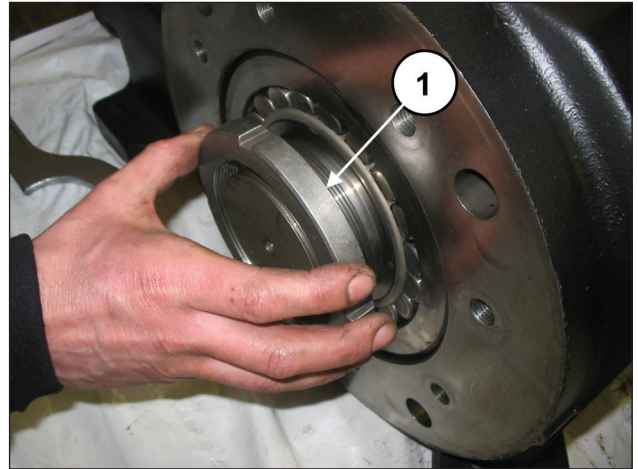
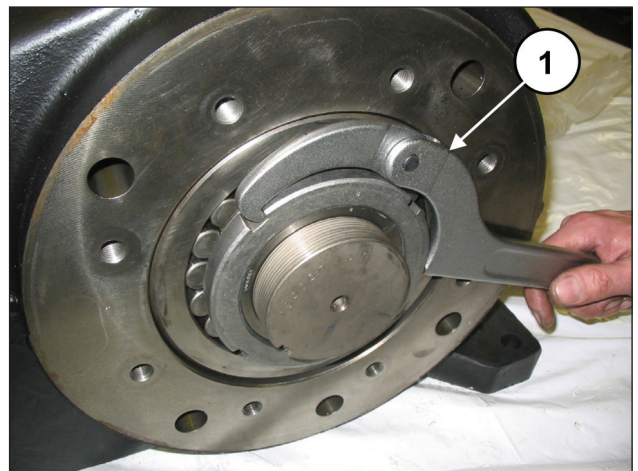

图20
图21
在压力衬套上拧紧SKF KM19型环形螺母 (①, 图20)，然后利用专用扳手拧松衬套 (①, 图21)。